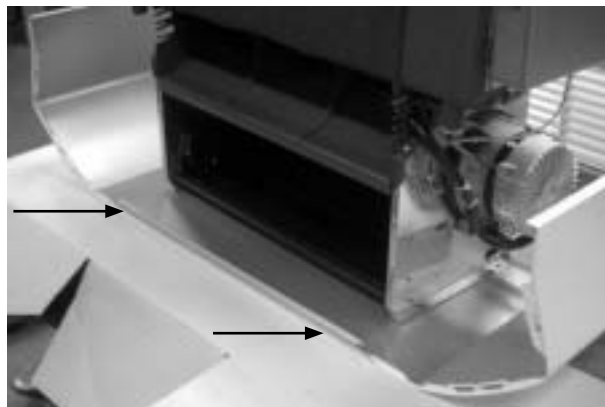

Fig 1.
3. Klistra fast listen i nedre framkanten på frontplåten. Se fig 1 och 2.